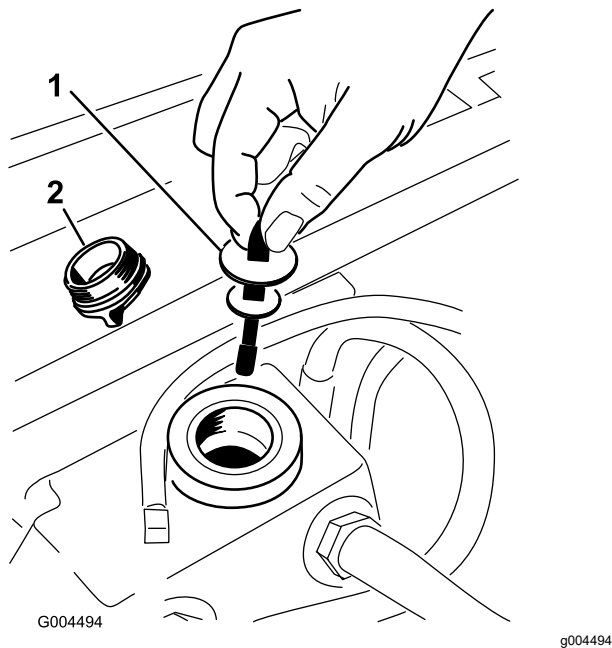

Figure 58
5. Enlevez le bouchon du goulot de remplissage du réservoir hydraulique (Figure 58).
6. Retirez la jauge et essuyez-la sur un chiffon propre (Figure 58).
7. Remettez la jauge dans le goulot de remplissage, ressortez-la et vérifiez le niveau de liquide (Figure 58).